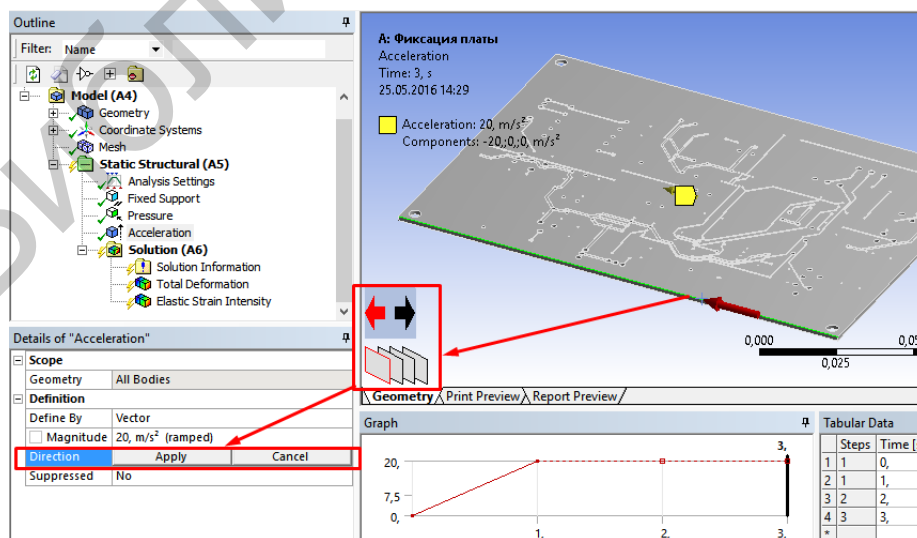

Рисунок 2.34 – Направление действия вектора
- вектором (*Vector*), в случае которого нужно задать модуль вектора (параметр *Magnitude*) и его направление (параметр *Direction*). Направление действия вектора определяется стрелками в левом нижнем углу графического окна (см. рисунок 2.34);